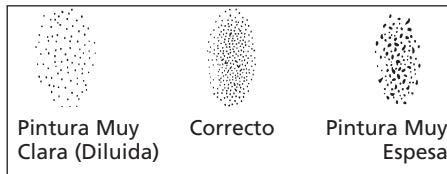

**Figura 6 - Tamaño del Patrón**
- Seleccione la forma del patrón. Si desea cubrir una superficie amplia, gire la perilla de control en sentido contrario a las agujas del reloj. Si desea un patrón circular, gírela en el mismo sentido de las agujas del reloj (Vea la Figura 6).
5. Sáquele las tuercas que sostienen los empaques y reemplácelos SOLO si no puede eliminar la fuga de material después de apretar las tuercas (Vea la Figura 6). No apriete demasiado estas tuercas ya que podría restringir el movimiento de la aguja.